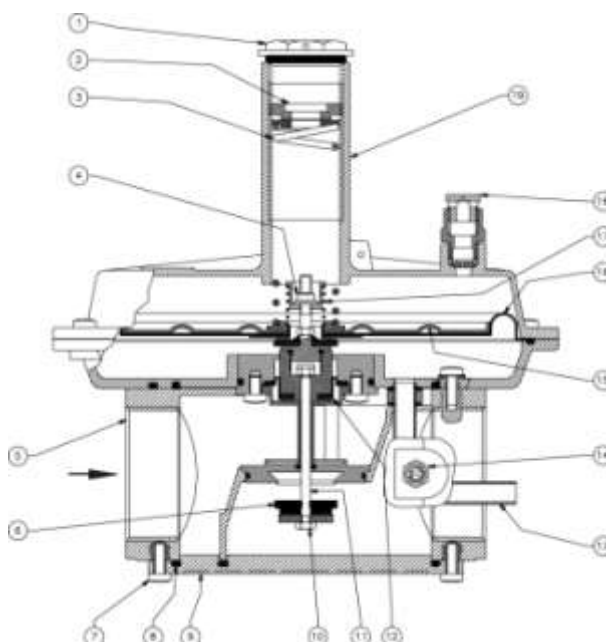

Рис. 2
Регулятор (рис. 2) состоит из: колпачок (1); регулировочный винт (2); пружина регулирования исходящего давления (3); настройка сбросного клапана (4) корпус (5); затвор регулятора (6); винты крепления нижней панели (7); уплотнительное кольцо (8); нижняя панель (9); винт крепления затвора на штифт (10); центральный штифт (11); компенсационная мембрана (12); встроенный импульс (13); штуцер для отбора давления (14); рабочая мембрана (15); предохранительная мембрана (16); пружина настройки сбросного клапана (17); сбросное отверстие избыточного давления G 1/4" (18); раструб (19).